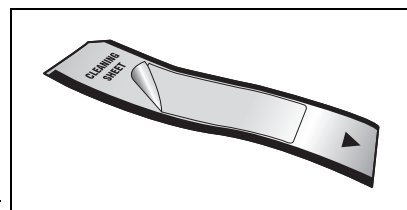

figure 1
- 1 Au niveau de la ligne pré-découpée, décollez le dos de la feuille de nettoyage (voir la figure 1).